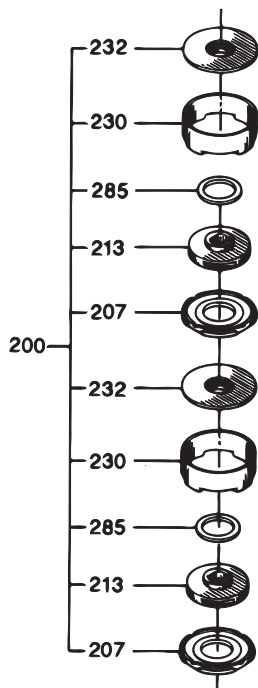

Fig. 14 Pièces d'usure
Pour le remplacement des pièces d'usure comprenant les roues, voir fig. 14, un kit de dépannage (code article 125061) qui se compose de deux étages complets peut être livré. Remplacer les pièces d'usure comprenant les roues comme indiqué dans le paragraphe 10. *Démontage et montage.*
Un kit de dépannage supplémentaire (code article 1A5050) est disponible. Ce kit est composé de pièces d'usure pour deux pompes, comme 4 rondelles, pos. 285, et 4 joints, pos. 207. Voir fig. 14.